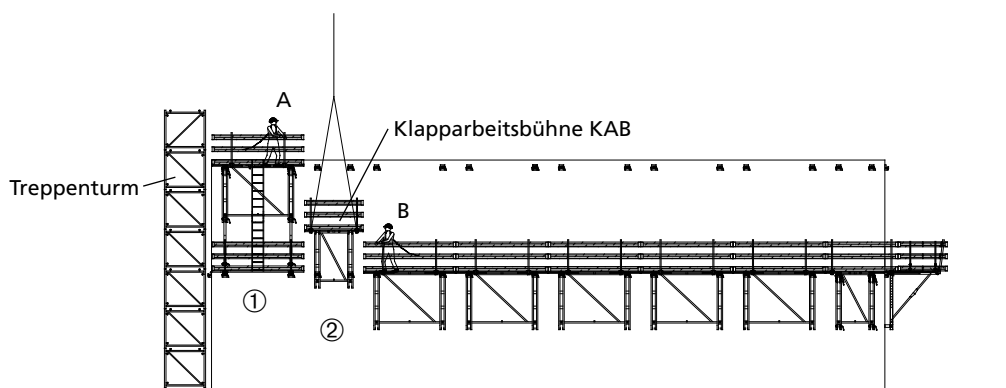

Abb. 31.1
9. Per Kran wird die Bühne KAB (2) hochgezogen (Abb. 31.1) und eingehängt.